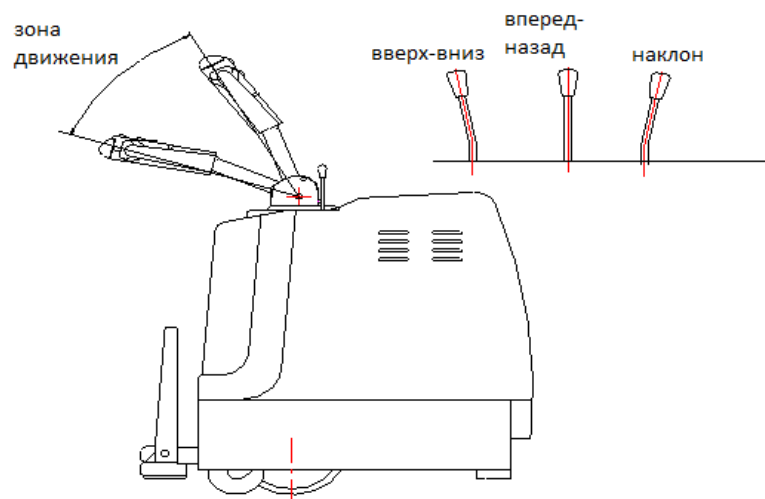

Рис.2
5.1.3 Проверьте, исправен ли тормоз штабелера. Проверьте подъем, опускание, выдвигание вилок вперед и назад, а также движение погрузчика вперед и назад, чтобы убедиться, что он нормально функционирует. Проверьте, нормально ли работает аварийный обратный ход штабелера, с помощью метода, указанного на рис.2
5.2.1 Примечание. Боковой магнитный тормоз установлен на конце вала двигателя ведущего колеса, а на вращающемся валу рабочего поворотного рычага установлены кулачок и толчковый переключатель. Только когда поворотный рычаг находится под углом  $30^\circ \pm 20^\circ$  (как показано на рис.2), погрузчик может получить работать и передвигаться. При изменении угла наклона, штабелер затормаживается. В этом случае погрузчик может поднимать, опускать и перемещать грузы вперед и назад. При подъеме, опускании и перемещении грузов штабелер не может передвигаться, как показано на рис.2.